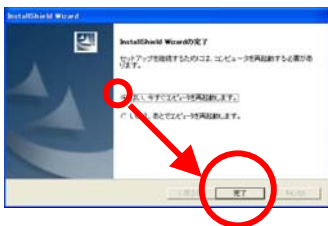

図 4.1-5 ウィザードの終了
- (7) 図 4.1-5「InstallShield Wizardの完了」ダイアログが表示されます。「はい、今すぐコンピュータを再起動します」を選択して【完了】をクリックします。コンピュータが再起動します。